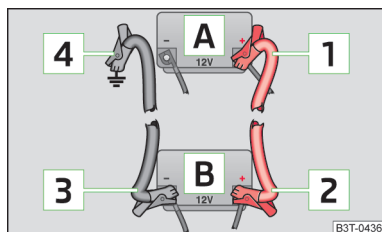

Fig. 117
- Conectar un extremo » fig. 117 al polo positivo de la batería descargada .
- Conectar un extremo » fig. 117 al polo negativo de la batería auxiliar .